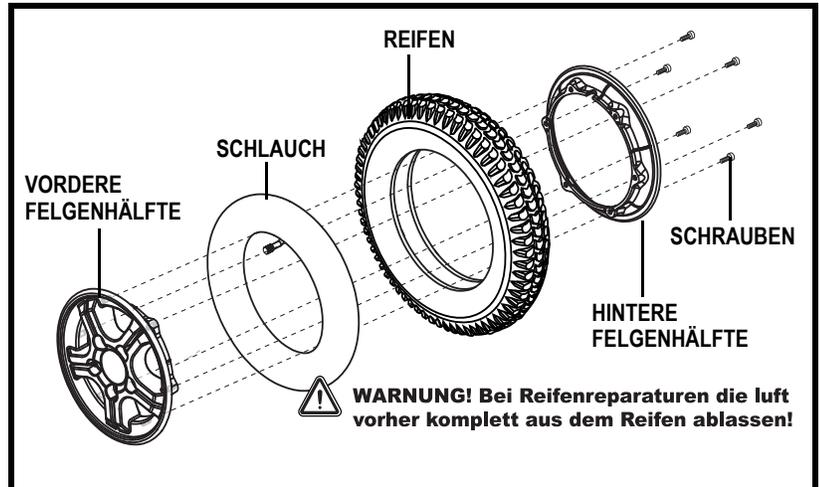

Abb. 23. Zerlegtes Antriebsrad des 1120 RWD Euro
6. Die Schraube entfernen und die vordere und hintere Felge trennen. **Siehe Abbildung 23.**
10. Die fünf (5) Radmuttern wieder installieren und festziehen.